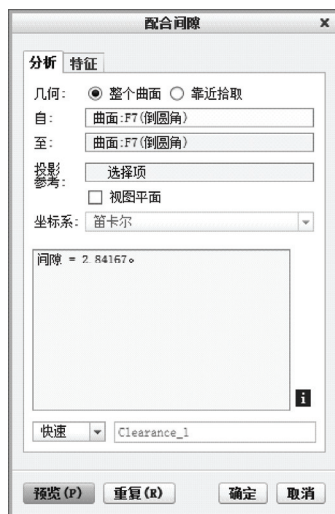

图 12-6 “配合间隙”对话框
STEP 04 此时，在“配合间隙”对话框中显示模型的配合间隙参数，即可分析模型配合间隙，如图 12-6 所示。